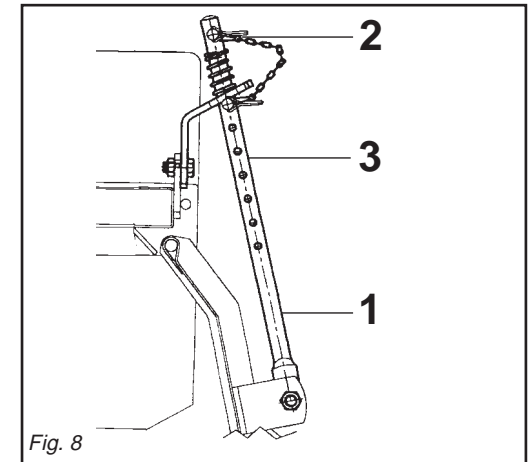

Fig. 8
- 6 - Il martinetto a molla (1 Fig. 8) oltre a sostenere la lamiera livellatrice ed ammortizzarla nel trasporto su strada, serve a evitare il ribaltamento della zappatrice durante il parcheggio. A seconda della posizione, determinata dalla copiglia (2 Fig. 8) sui vari fori posti nel tubo del martinetto (3 Fig. 8) si riesce ad aumentare o diminuire l'effetto della lamiera livellante sul terreno.
- 6 - *Besides supporting the levelling plate and acting as a shock absorber for it during road transport, the spring ram (1 Fig. 8) prevents the steering hoe from overturning when parking. The effect of the levelling plate on the soil can be increased or decreased depending on the position, established by the split pin (2 Fig. 8) in the various holes in the ram tube (3 Fig. 8).*
- 6 - Die Federwinde (1 Abb. 8) trägt nicht nur das Planierschild und dient beim Straßentransport zur Dämpfung von Stößen, sondern sie soll auch verhindern, daß die Hackfräse während des Parkens umkippt. Je nach der Position, die durch den Splint (2 Abb. 8) in den verschiedenen Löchern des Windenrohres (3 Abb. 8) festgelegt wird, kann die Wirkung des Planierschildes auf den Boden erhöht oder verringert werden.
- 6 - *Le vérin à ressort (1 Fig. 8) sert de soutien à la tôle de nivellement et de suspension pendant le transport sur route, pour éviter le basculement du cultivateur lors du stationnement. L'effet de la tôle de nivellement sur le terrain peut être augmenté ou diminué en changeant la position de la goupille (2 Fig. 8) dans les différents trous du tube du vérin (3 Fig. 8).*
- 6 - El gato de resorte (1 Fig. 8), además de sostener la chapa de nivelación y protegerla durante el transporte en carretera, sirve para evitar el vuelco de la binadora durante el estacionamiento. De acuerdo a la posición, determinada por el pasador (2 Fig. 8) en los diversos orificios del tubo del gato (3 Fig. 8) se logra aumentar o disminuir el efecto de la chapa de nivelación sobre el terreno.